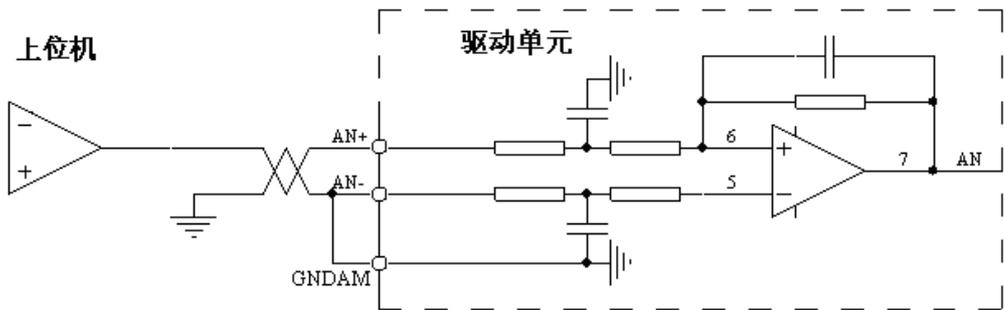
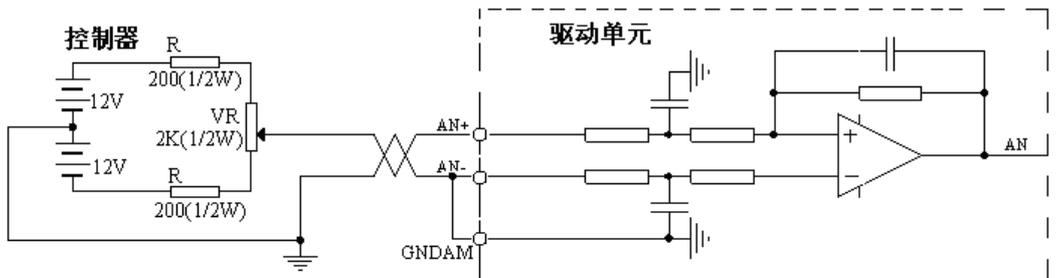

图 5.25 模拟单端输入接口
图 5.27 模拟单端电位器输入接口
(3) 在单端接法中，模拟地线和输入参考端在驱动单元侧相连，所以控制器到驱动单元需要二根线连接，如图 5.25 和图 5.27。
(4) 差分接法比单端接法性能优越，它能抑制共模干扰。
(5) 输入电压不能超出 $-10V\sim+10V$ 范围，否则可能损坏驱动单元。
(6) 建议采用屏蔽电缆连接，减小噪声干扰。
(7) 模拟输入接口存在零偏是正常的，可通过调整运动参数 PA--8 对零偏进行补偿。
(8) 模拟接口是非隔离的。